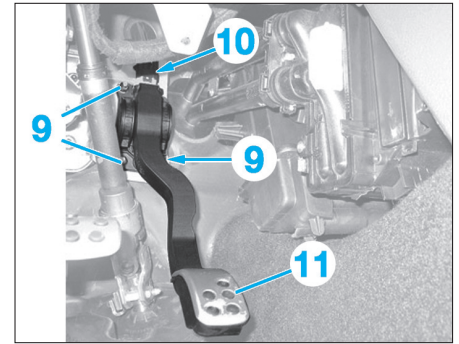

Fig. 18
- la garniture (7),
- la garniture latérale de console gauche (8),
- les écrous (9) (Fig.18).
- Débrancher le connecteur (10).
- la pédale d'accélérateur (11),